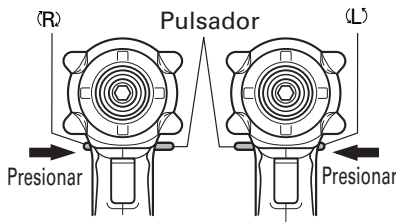

Fig. 16
El lado L (izq.) del botón pulsador se usa para hacer girar el manguito hacia la izquierda. (Vea la Fig. 16). (Las marcas (L) y (R) están en el cuerpo de la herramienta.)